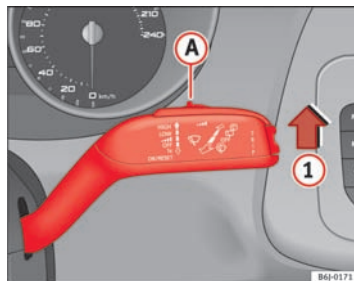

Fig. 65 Betjeningsarm til viskerne
- Sæt armen i position ① ⇒ Fig. 65.